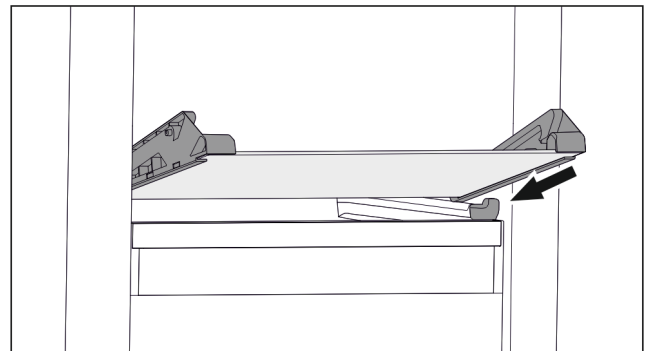

Fig. 71 Placa de vidrio del cajón inclinable
- ▶ Coloque la placa de vidrio inclinada detrás de los toques. (consulte Fig. 71)